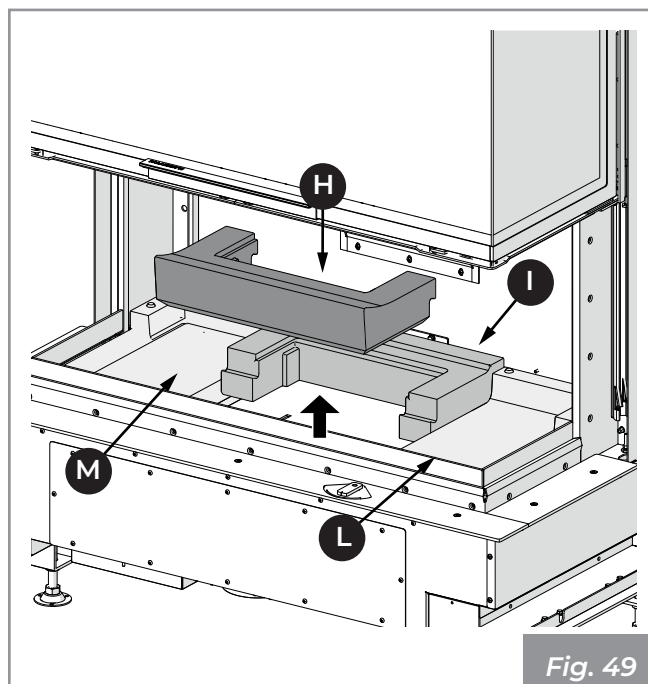

Fig. 49
- 6) Levantar y retirar en orden las bases refractarias (H, I, L, M) de la base y aspirar las cenizas depositadas en los compartimentos inferiores (Fig. 49).